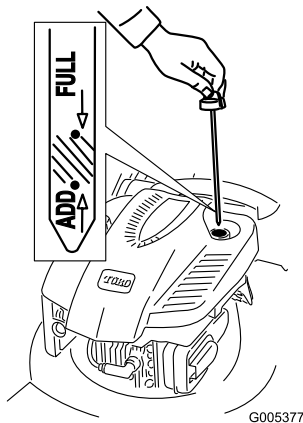

Bild 10
1. Ziehen Sie den Peilstab heraus (Bild 10).
2. Füllen Sie das Öl **langsam** in den Einfüllstutzen ein, um den Ölstand auf die Marke **Voll** am Peilstab anzuheben. Bild 10 **Füllen Sie nicht zu viel ein.** Max. Füllstand: 0,59 l des Typs: Waschaktives SAE 30-Öl mit der Klassifizierung SF, SG, SH, SJ, SL oder höher durch das American Petroleum Institute (API).
1. Nehmen Sie den Peilstab heraus und wischen Sie ihn ab. Stecken Sie ihn dann ganz ein (Bild 10).
2. Nehmen Sie den Peilstab heraus und prüfen Sie den Ölstand (Bild 10). Wenn der Ölstand unter der **Nachfüll**-Marke ist, gießen Sie **langsam** Öl in den Einfüllstutzen, um den Ölstand auf die **Voll**-Marke am Peilstab anzuheben. **Füllen Sie nicht zu viel ein.** (Max. Füllstand: 0,59 l des Typs: Waschaktives SAE 30-Öl mit der Klassifizierung SF, SG, SH, SJ, SL oder höher durch das American Petroleum Institute (API)).